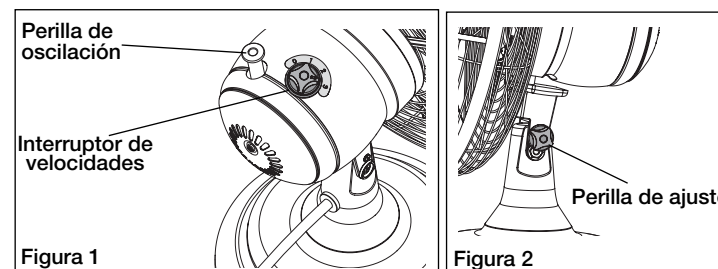

Figura 1
1. Empuje la perilla de oscilación hacia abajo en el estuche del motor para hacer que la cabeza del ventilador se mueva de lado a lado. (Figura 1)